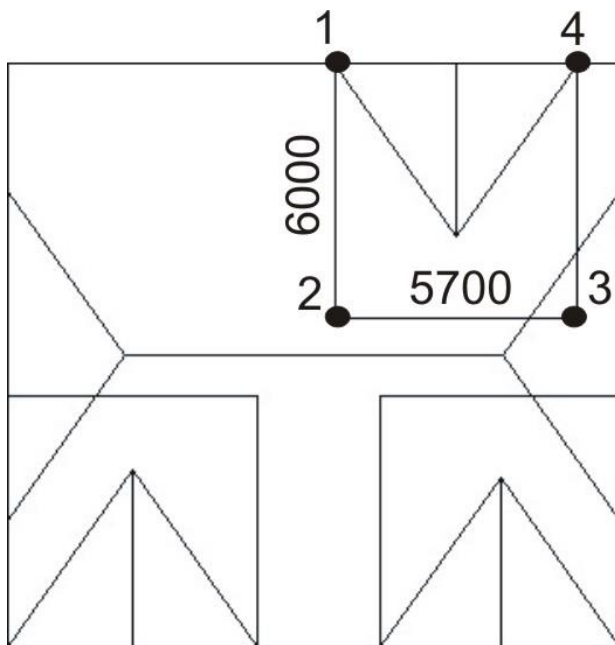

Рис. 22. Схема построения слухового окна
*Слуховое окно* , далее щелкаем по крыше, в которую нужно вставить слуховое окно, после чего щелкаем , как указано на рис. 22. На динамической панели включите ортогональный